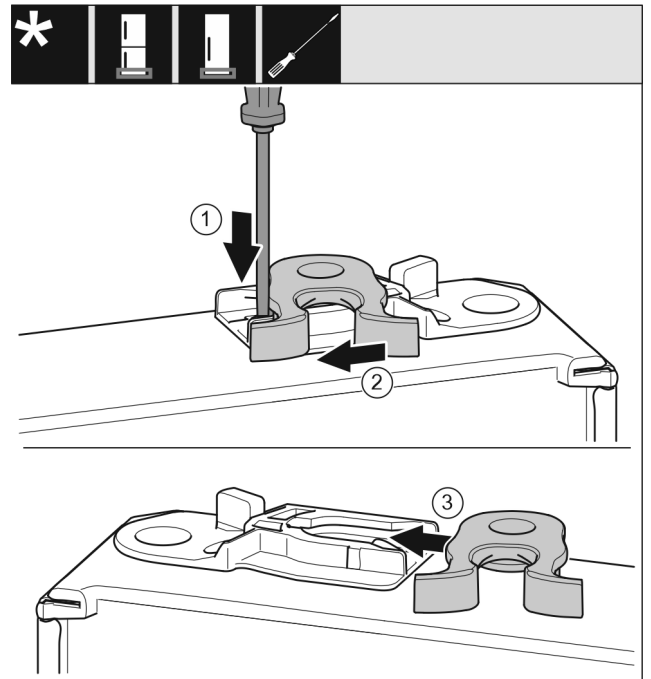

Fig. 15
- ▶ Spustelėkite antdėklą išdrožiniu atsuktuvu žemyn. Fig. 15 (1)
- ▶ Ištraukite uždarymo kabli iš kreipiklio. Fig. 15 (2)
- ▶ Uždarymo kabli kitoje pusėje įstumkite į kreipiklį. Fig. 15 (3)